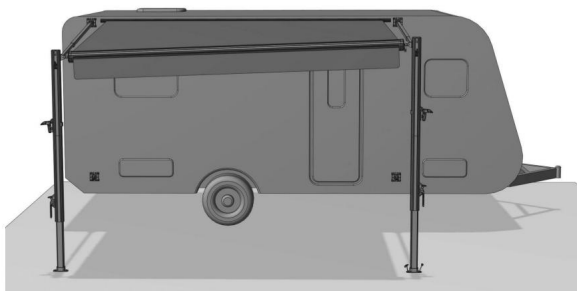

Figura D19
4.2.8 Si consiglia di utilizzare la tenda da sole solo per proteggere dal sole. In caso di pioggia battente, neve e vento, chiudere la tenda da sole per evitare danni. Se la tenda da sole viene utilizzata sotto una pioggia leggera, regolare la lunghezza della gamba di supporto e inclinare un lato della tenda da sole per drenare rapidamente l'acqua. (Figura D19)